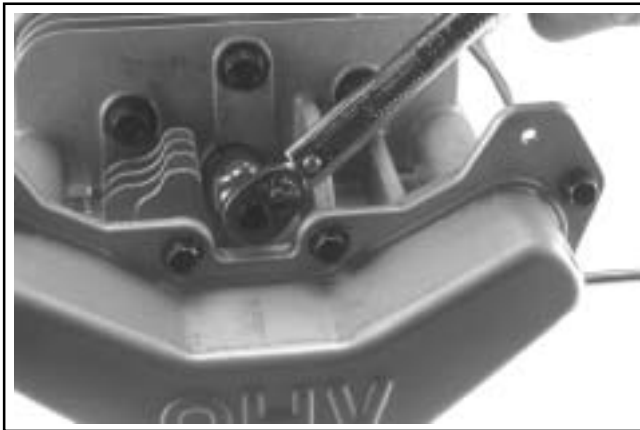

Figura 10-51. Instalación de la bujía.
3. Instale la bujía y aplique un par de apriete de **24-30 Nm (18-22 ft lb)** Ver Figura 10-51.